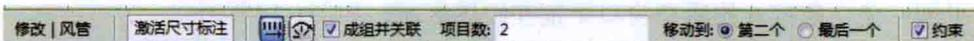

图1-10
- 阵列：选择图元，单击“阵列”工具，在选项栏中进行相应设置，勾选“成组并关联”复选框，输入阵列的数量，如“2”，选择“移动到”选项中的“第二个”，在视图中拾取参考点和目标点位置，二者间距将作为第一个管道和第二个或最后一个管道的间距值，自动阵列管道，如图1-10所示。